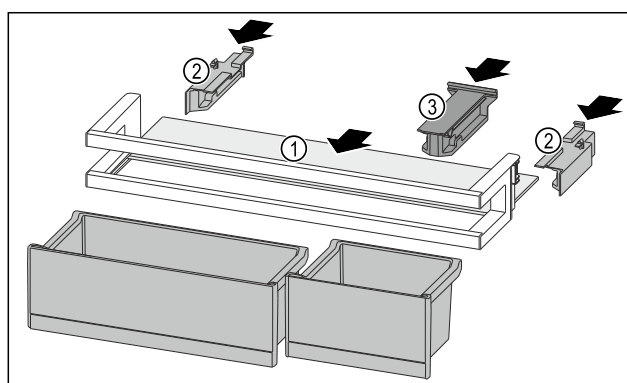

Fig. 186
- Umetnite policu Fig. 186 (1) u bočna udubljenja.
- Umetnite bočne dijelove Fig. 186 (2).
- Umetnite pridržni dio Fig. 186 (3).